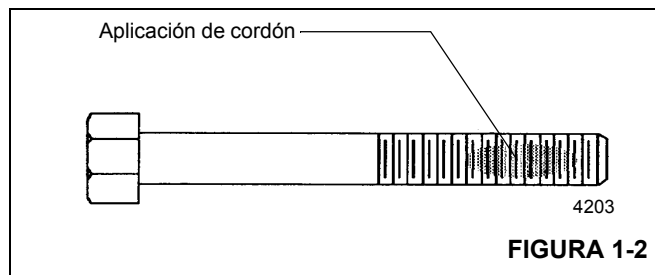

FIGURA 1-2
1. Aplique un cordón en sentido perpendicular a las roscas, de un ancho equivalente al de varias roscas, en la zona aproximada de engrane de las roscas (Figura 1-2).
3. Después de haber aplicado la pasta y haber engranado las roscas adosadas, la fijación se producirá en menos de cinco (5) minutos, si se le aplicó imprimador antes del engrane. La fijación de las piezas puede tomar hasta 30 minutos si no se les aplica imprimador.